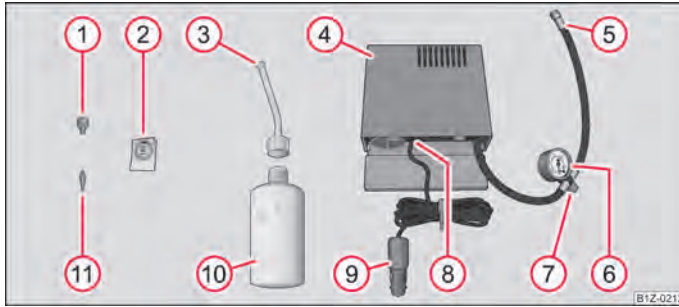

Fig. 170 Componentele setului de depanare a anvelopelor
- Lipiți autocolantul ② ⇒ fig. 170 pe planșa de comenzi în câmpul vizual al șoferului.
- Deșurubați tija ventilului cu ajutorul șurubelniței pentru tija ventilului ① și o așezați pe o suprafață curată.
- Scuturați de câteva ori bine recipientul de umplere a anvelopei ⑩ ⇒ fig. 170.
- Înșurubați bine în sens orar, furtunul de umplere ③ pe recipientul de umflare a anvelopei ⑩. Folia de la gura recipientului se va găuri automat.
- Îndepărtați capacul de la furtunul de umplere ③ și introduceți capătul deschis complet pe ventilul anvelopei.
- Țineți recipientul ⑩ răsturnat și introduceți în anvelopă toată soluția de etanșare din recipient.
- Înșurubați inserția ventilului cu cheia de ventile ① la loc în ventilul anvelopei.
- Înșurubați bine furtunul de presiune ⑤ ⇒ fig. 170 al compresorului de aer pe ventilul anvelopei.
- Verificați dacă este strâns șurubul de aerisire ⑦.
- Introduceți conectorul ⑨ în priză de 12 V ⇒ pagina 75.
- Porniți compresorul de aer cu ajutorul comutatorului on/off ⑧.
- Lăsați compresorul să meargă până se ating 2,0 - 2,5 bar. Perioada maximă de funcționare 8 minute ⇒ ⑩.
- Dacă nu s-a putut atinge presiunea aerului de 2,0 - 2,5 bar, deșurubați furtunul de presiune ⑤ de la ventilul roții.
- Înșurubați din nou bine furtunul de presiune al compresorului de aer ⑤ la ventilul anvelopei și reluați procesul de umflare.